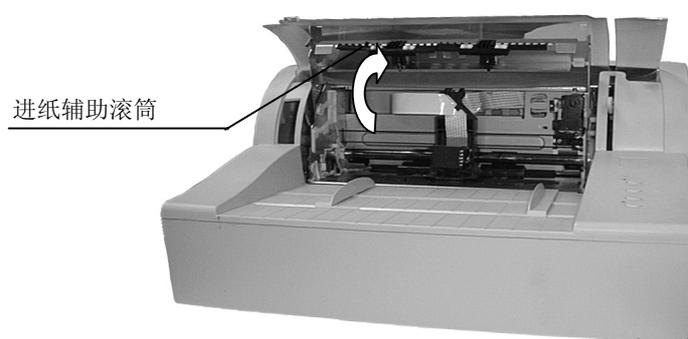

图 2-9 进纸辅助滚筒
3. 按住进纸辅助滚筒左右侧的凹洞并往上推，直到发出声响。将其置留于打印机上方，如图 2-9。